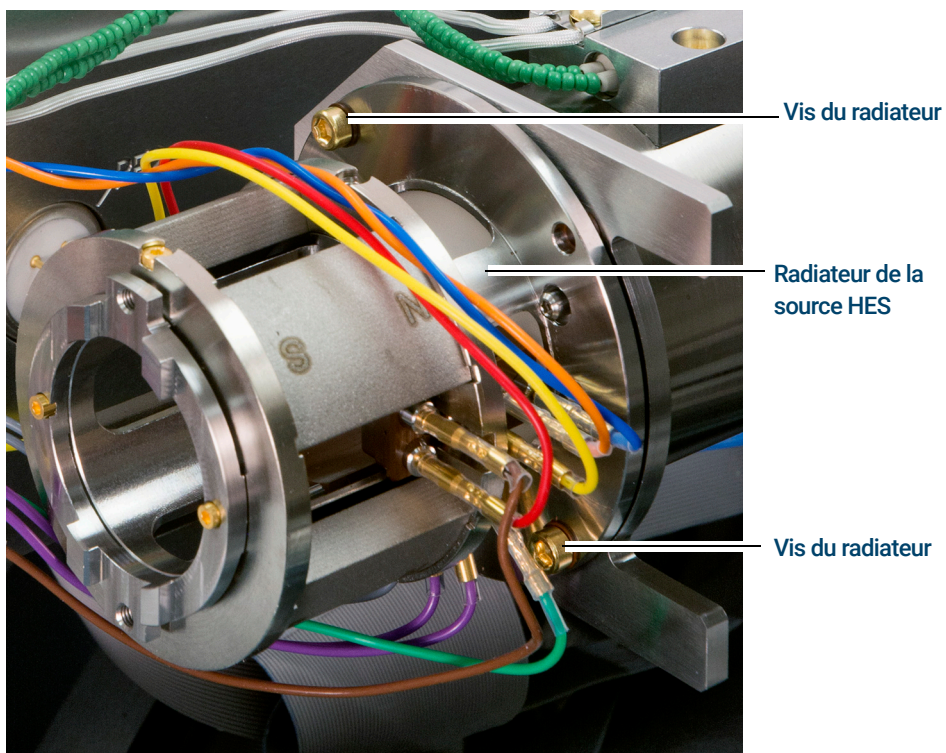

Figure 81. Fixation du radiateur de la source EI HES
- 1 Placer le radiateur sur les broches de guidage sur le support de l'analyseur et utiliser un tournevis Torx T10 pour les fixer à l'aide de (2) vis plaqué or M3 x 12 (G7002-20110). (Voir **Figure 81** page 268.)